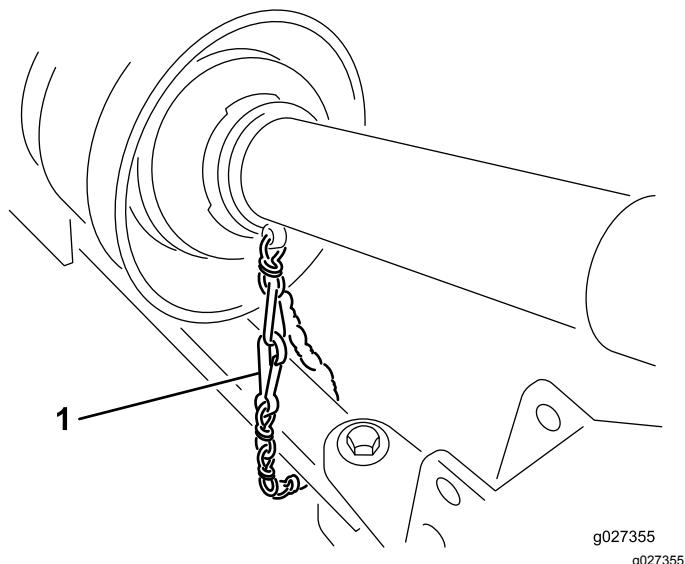

Figura 7
5. Collegate la catena di sicurezza del carter alla motrice (Figura 7).